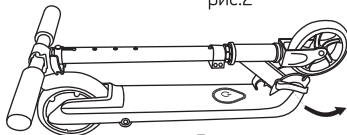

рис.5
4. Поднимите фиксатор рычага одной рукой, когда услышите «щелчок», опустите руль до повторного щелчка. Зажмите фиксирующий эксцентрик. Завершите складывание самоката (см. рис.4 и рис.5)